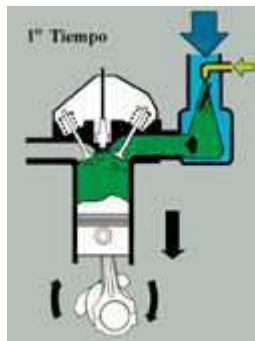

Fig. 1
**Primer tiempo: admisión (fig. 1)**